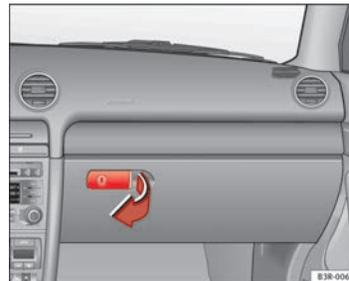

Abb. 125 Handschuhfach
- Ziehen Sie den Griff in der Klappe in Pfeilrichtung ⇒ Abb. 125 und schwenken Sie die Klappe nach unten.